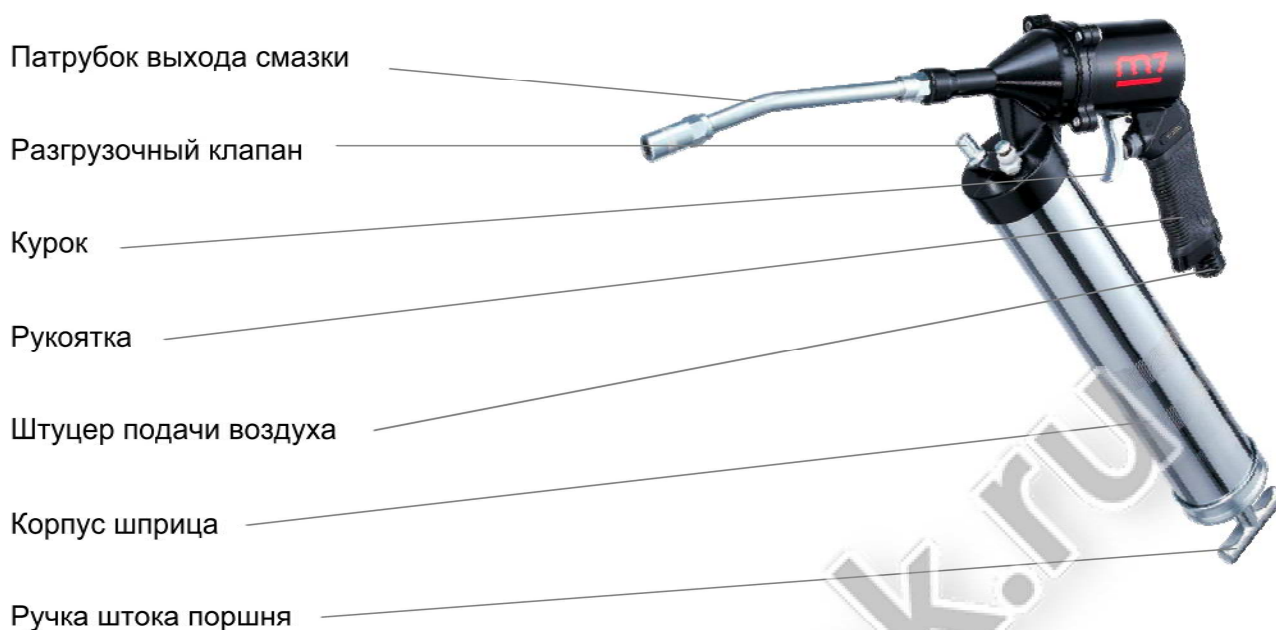

Рис. 1
- Управление шприцом солидолонагнетателем пневматическим осуществляется при помощи курка (Рис. 1), который находится под основанием указательного пальца.